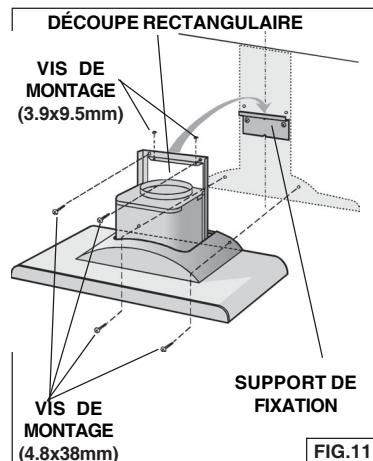

FIG.11
3. Alignez l'ouverture rectangulaire située à l'arrière de la hotte avec le support de fixation murale. Abaissez lentement la hotte jusqu'à ce qu'elle s'emboîte avec le support (fig. 11).
4. Mettez la hotte à niveau au moyen des (2) vis de montage (3.9x9.5mm) et fixez-la au moyen de deux (4) vis de montage (4.8x38mm). Si vous ne disposez pas de poteaux de cloison ni d'armature, utilisez les ancre murales fournies (fig. 11).